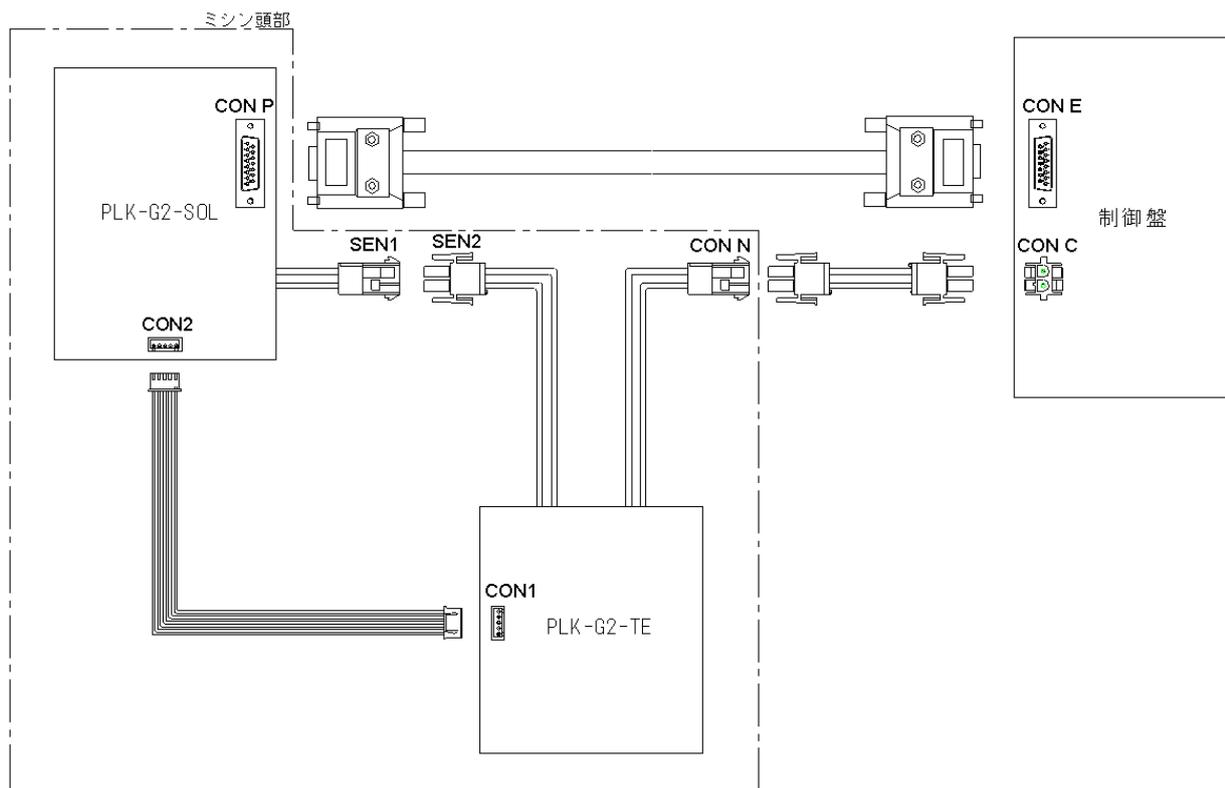

図 2
- (5) 図 2 に示す I/O 拡張ユニットのコネクタ「CON N」をコネクタ取付穴へはめます。
- (6) コネクタ「CON N」と延長ケーブルをつなぎます。
- (7) 外したコネクタ「SEN 1」と I/O 拡張ユニットのコネクタ「SEN 2」をつなぎます。
- (8) I/O 拡張ユニットの信号線を P バンの「CON 2」のコネクタにつなぎます。
- (9) Pバンカバーを取付けていたネジ穴を使って I/O 拡張ユニットを取り付けます。